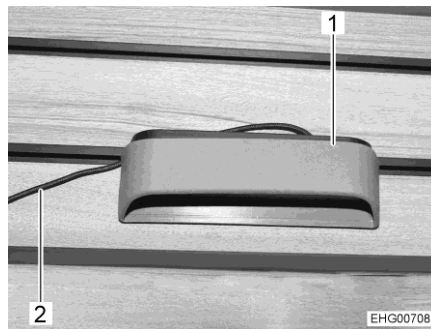
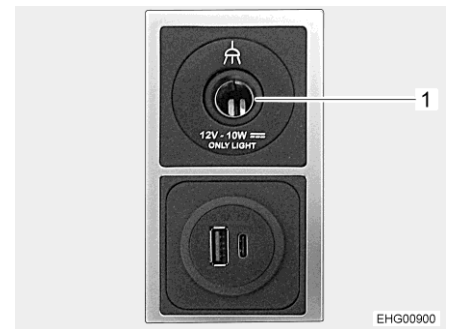

Bild 76 Mobile Leseleuchte
Bild 77 12-V-Steckdose und USB-Buchsen
- Mobile Leseleuchte (Bild 76,1) am gewünschten Ort in eine der Einhängeleisten hängen.
- Kabel (Bild 76,2) der mobilen Leseleuchte in nächstgelegene 12-V-Steckdose (Bild 77,1) stecken.